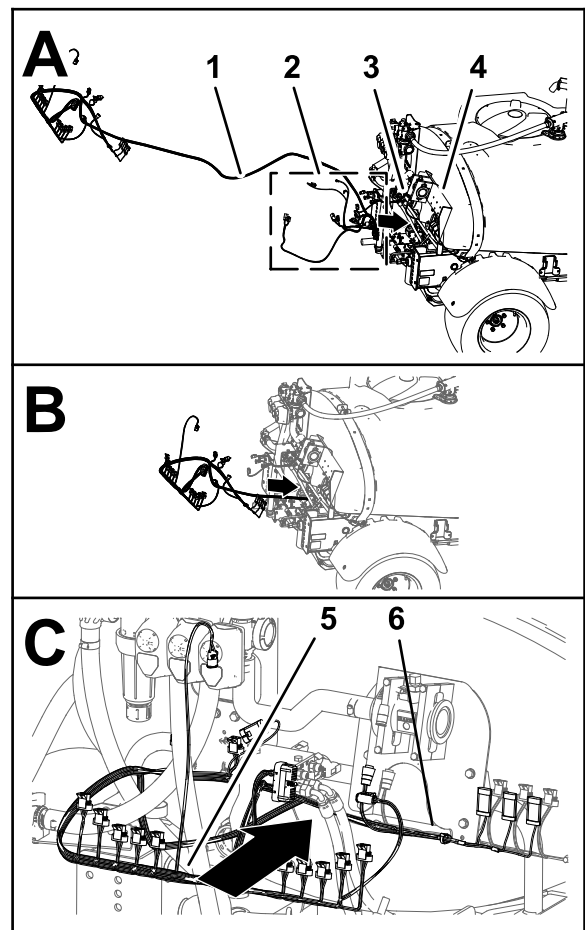
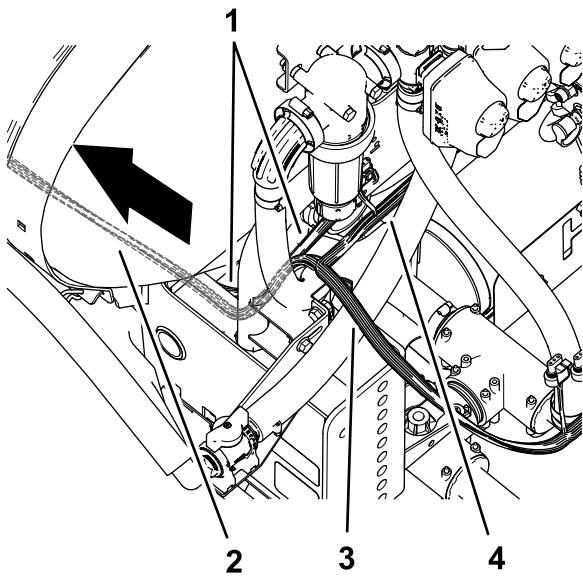

Figura 78
Figura 79
2. Enrute las ramas de 84 cm, 60 cm y 66 cm del arnés de cables del kit por el lado izquierdo de la máquina junto al arnés de cables de la máquina (Figura 78 y Figura 79).